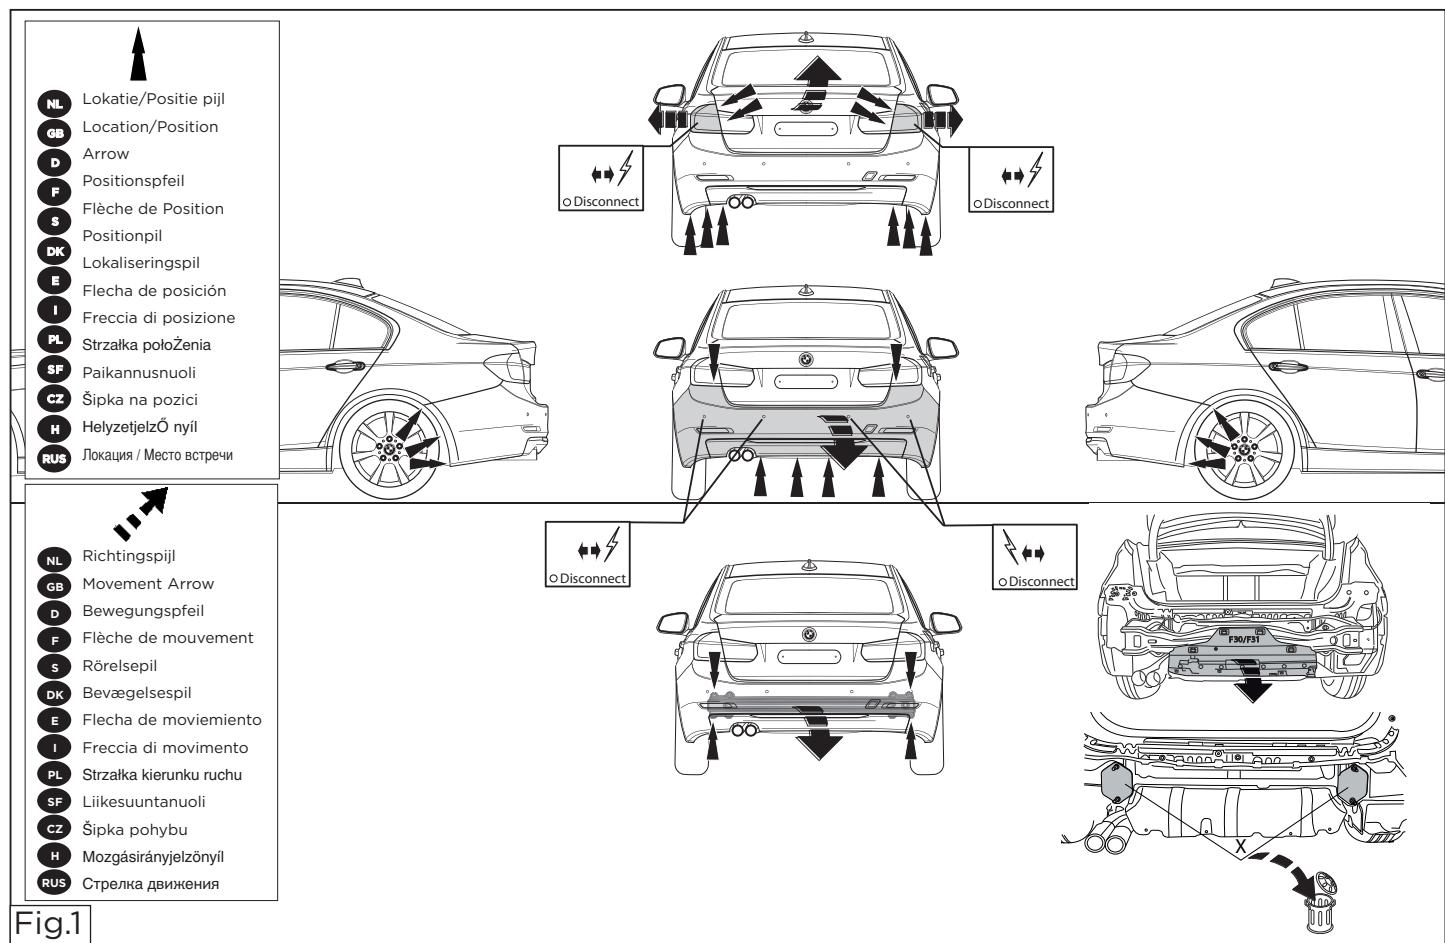

Fig.1
1. Remove the rear-lights units. See figure 1.
4. Remove the plastic cap from the metal bumper. The buffer beam will no longer be needed. Remove any stickers that may be present at the points X of attachment. See figure 1.
1. Die Rücklichter abmontieren. Siehe Abbildung 1.
3. Die Stoßstange einschließlich des stählernen Stoßbalkens vom Fahrzeug abmontieren. Entfernen Sie die Kunststoffkappe von der Metallstoßstange. Der Stoßbalken wird nicht mehr benötigt. Gegebenenfalls die Aufkleber bei den Befestigungspunkten X entfernen. Siehe Abbildung 1.
1. Demonter baglysenhederne. Se fig.1.